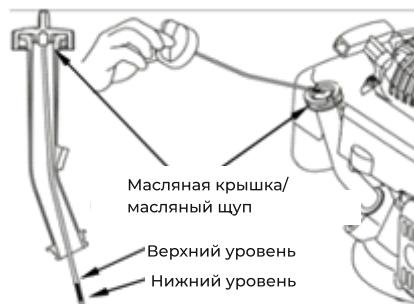

Рис. 40
- Проверьте уровень масла в двигателе при остановленном двигателе и на ровной поверхности (рис. 40).